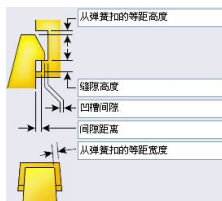

图 4-67 弹簧扣凹槽的参数
- (1) 【从特征树选择一弹簧扣特征】：选择弹簧扣。
- (2) 【选择一实体】：设定凹槽的位置。
- (3) 弹簧扣凹槽的各项参数如图 4-67 所示。